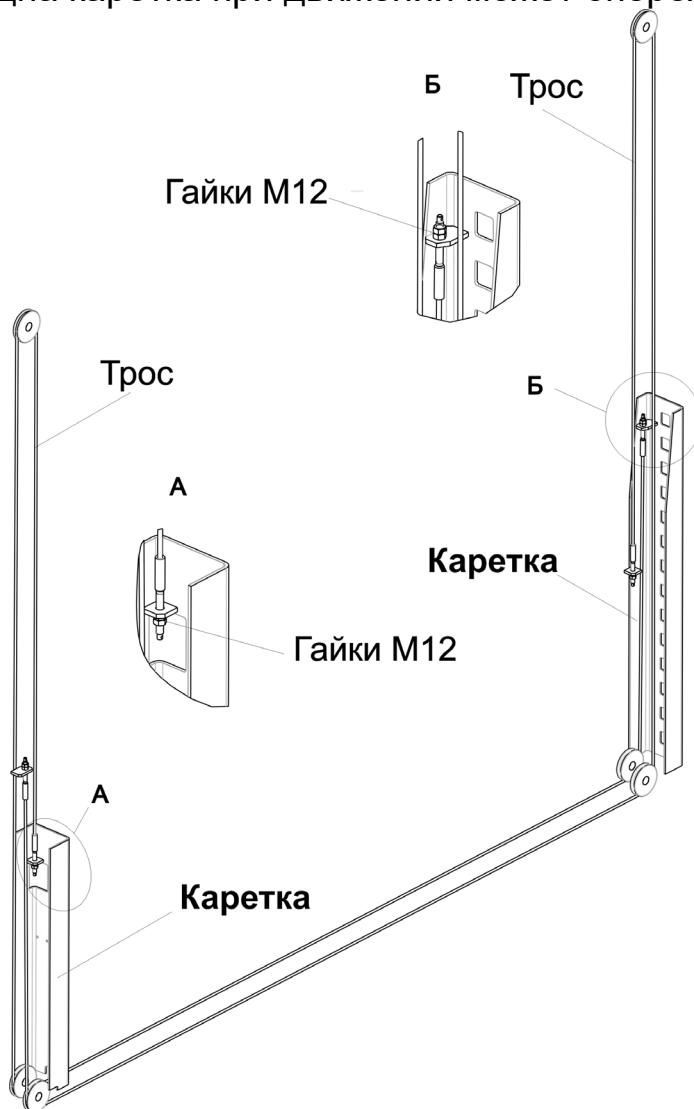

Рисунок 6.4 - Схема запасовки синхронизирующих тросов
6.6 Поднять каретки погрузчиком или другими подъемными средствами и установить их на фиксаторы (на высоте около 460 мм от пола). Установить тросы системы синхронизации кареток (см. Рисунок 6.4). Для облегчения монтажа тросов в каретках использовать тонкую проволоку, продетую через отверстие в наконечнике троса, убедиться, что тросы расположены на блоках. Отрегулировать натяжение тросов, путем закручивания гаек M12, до одинаковой степени натяжения, затем законтрить. При чрезмерном натяжении тросов каретки движутся прерывисто. При недостаточном натяжении тросов одна каретка при движении может опережать другую.